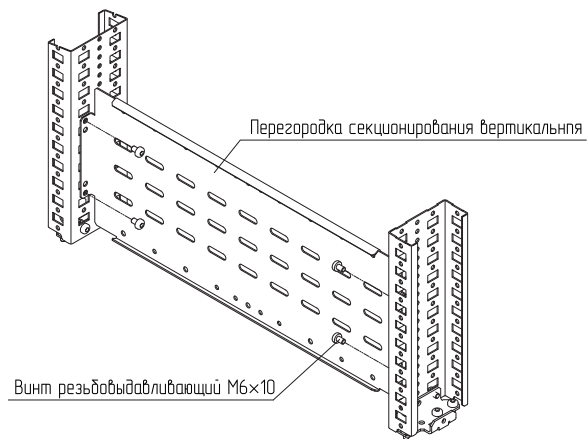

Рисунок 2
4.1.2 Закрепить перегородку секционирования вертикальную между стойками дополнительными вертикальными (рисунок 2). Для крепления использовать винты M6×10. Момент затяжки – 7 Н·м.